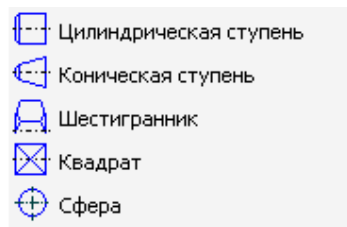

Рисунок 1.16 - Спливаюче меню
- натисніть в верхній частині вікна системи Shaft 2D на панелі інструментів по кнопці  - **Простые ступени**. З'явиться меню, що впливає (рисунок 1.16);